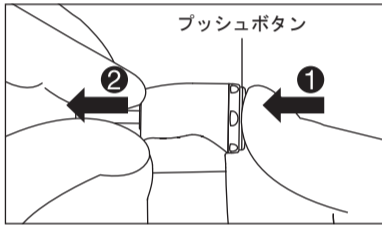

図3
プッシュボタンを押してチャックを開き(①)、パーを取り外します(②)(図3)。